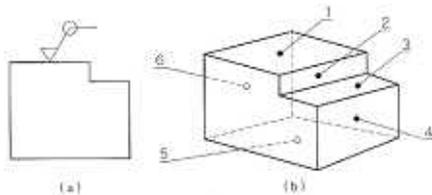

図2 部品の全周面への記入
- E. 図2は部品一周の全周面の表面性状図示記号です。理解していますか。